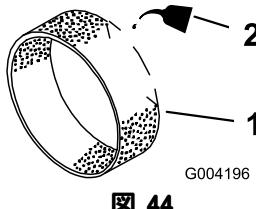

図 44
3. 乾いたらエンジンオイルを 60 ccほど含ませる（図 44）。